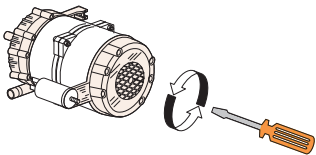

fig. 8
1. Contrôler la roue de la pompe de rinçage. La roue est bloquée: tourner l'arbre moteur à l'aide d'un tournevis (voir fig. 8).
3. Contrôler la roue de la pompe de rinçage. La roue est bloquée: tourner l'arbre moteur à l'aide d'un tournevis (voir fig. 8).